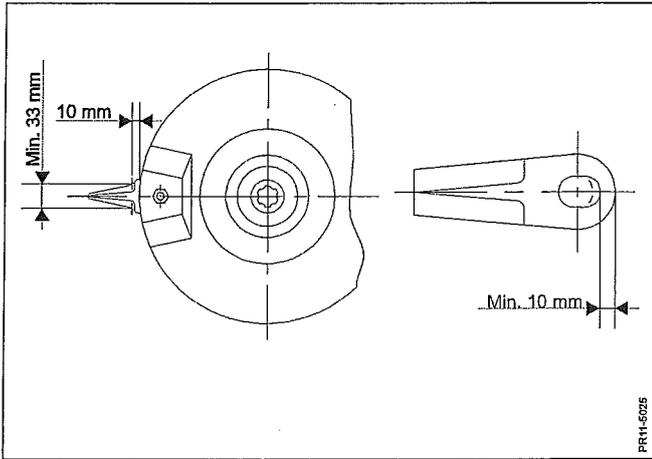

Fig. 5-1
- Fig. 5-1 Messer auswechseln wenn: